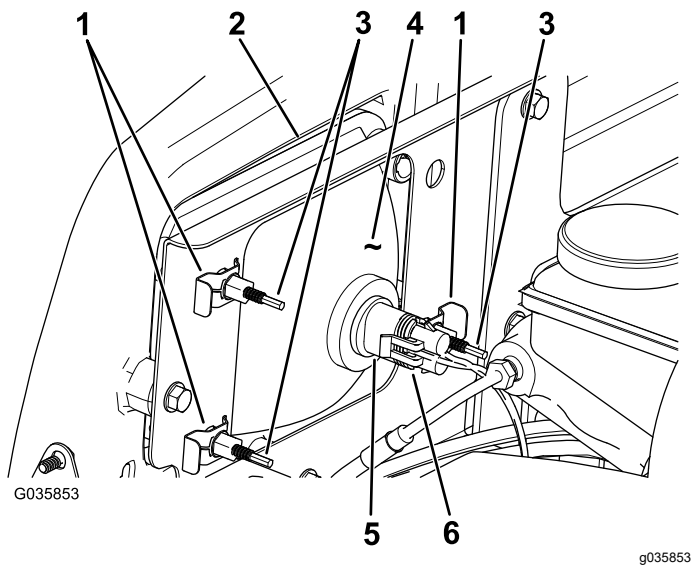

Bild 43
3. Schließen Sie den elektrischen Anschluss für den Kabelbaum vom Lampenanschluss ab (Bild 43).
4. Entfernen Sie die Schellen, mit denen der Scheinwerfer an der Scheinwerferhalterung befestigt ist (Bild 43).
5. Schieben Sie den Scheinwerfer nach vorne durch die Öffnung in der vorderen Stoßstange und entfernen Sie ihn (Bild 43).
6. Setzen Sie den neuen Scheinwerfer durch die Öffnung in der Stoßstange ein (Bild 43).
8. Schließen Sie den elektrischen Anschluss für den Kabelbaum am Lampenanschluss an (Bild 43).
2. Drehen Sie die Einstellschrauben an der Rückseite des Scheinwerfers (Bild 43), um den Scheinwerfer zu drehen und den Scheinwerferstrahl einzustellen.